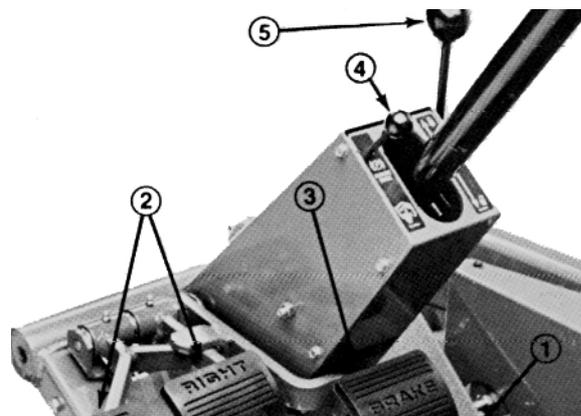

**Fig. 4**
2. Svitare il tappo con asta di misurazione del livello (Fig. 4) dal collo del bocchettone, e pulire l'asta con un panno pulito. Avvitare il tappo con le dita sul collo del bocchettone; svitare l'asta di misurazione e verificare il livello dell'olio. Se fosse a meno di 13 mm dalla tacca sull'asta (Fig. 20), aggiungere dell'olio per portarlo alla tacca. **NON RIEMPIRE TROPPO**, non oltre 13 mm sopra la tacca.